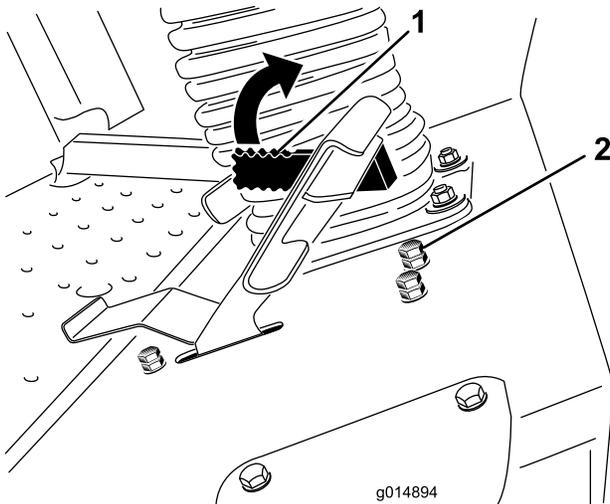

Figura 40
La palanca del limitador de la velocidad de siega (Figura 40) puede moverse hacia adelante para limitar la velocidad de tracción durante el uso.
3. Afloje la contratuerca del perno de tope del limitador de la velocidad de siega (Figura 40).